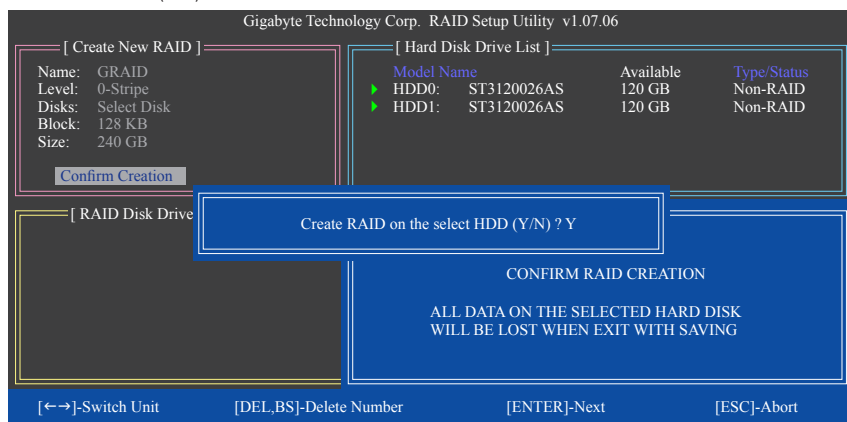

図7
6. **Confirm Creation:** 上の項目をすべて構成すると、選択バーは**Confirm Creation**項目に自動的にジャンプします。<Enter>を押します。選択を確認するように求めるメッセージが表示されたら(図7)、<Y>を押して確認するか<N>を押して中断します。